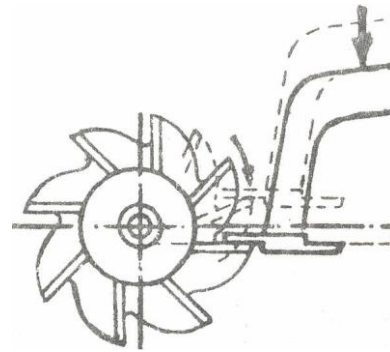

Fig.51
- b. Desplace el cabezal porta muelas verticalmente hasta que la arista de corte de un diente de la herramienta quede en el plano horizontal (Fig. 51).